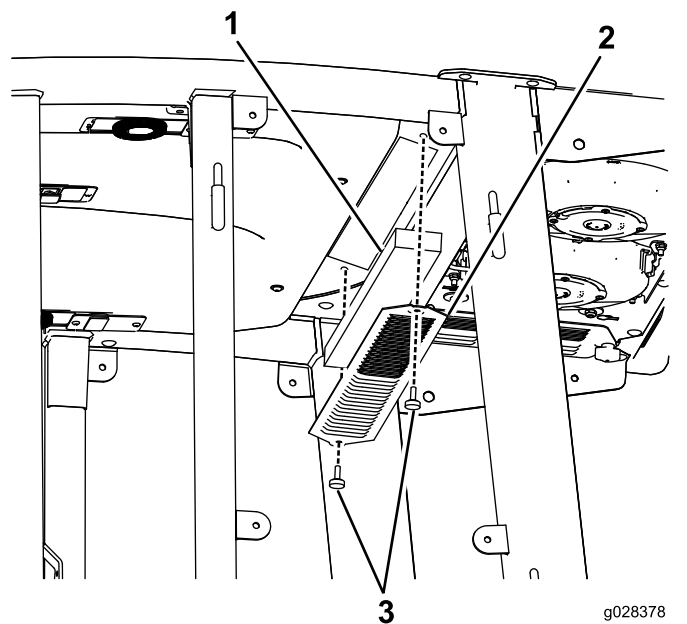
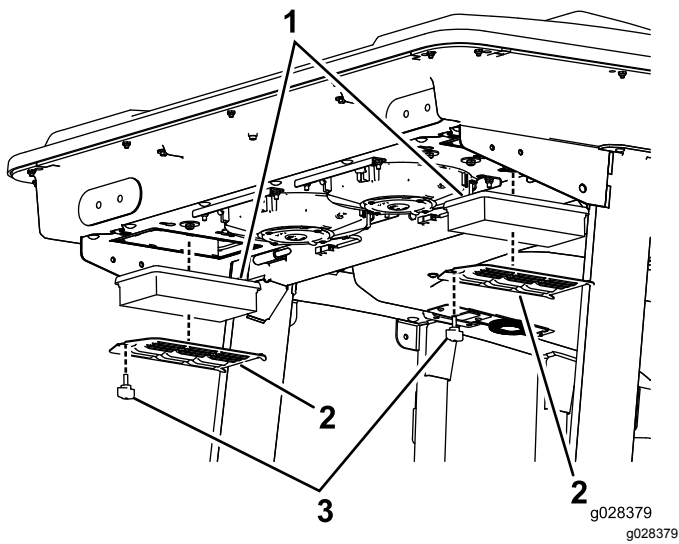

图54
图55
1. 拆下驾驶室内和驾驶室后空气滤清器的螺丝和格栅图54和图55。